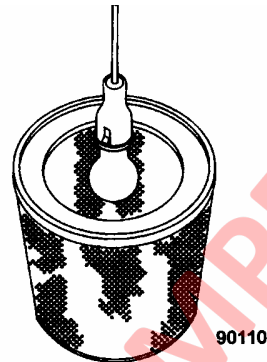

FIGURA 5-3- INSPECCION DEL ELEMENTO DE FILTRO
4. Después de limpiar, inspeccione muy bien el elemento para ver si hay pequeñas rupturas o agujeros en las empaquetaduras o si están dañadas. Un buen método para detectar perforaciones en el papel es colocar una luz dentro del elemento del filtro como se muestra en la Figura 5-3, e inspeccionar la superficie externa del elemento de filtro. Si se encuentran orificios o rupturas, no reutilice el elemento. Deseche e instale un nuevo elemento.
4. Cuando se haya completado la limpieza, inspeccione el elemento de filtro como se muestra en la Figura 5-3. Si se detectan orificios o rupturas, bote el elemento y cámbielo por uno nuevo.